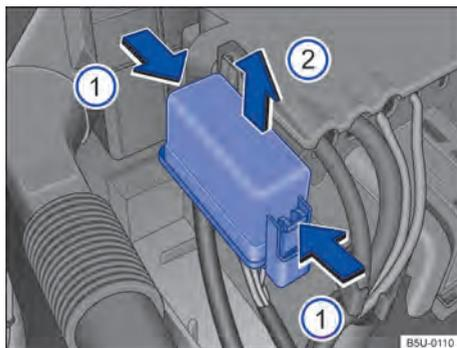

Fig. 117 No compartimento do motor: cobertura da caixa de fusíveis.
- Pressionar as travas no sentido da seta → Fig. 117 , para destravar a cobertura da caixa de fusíveis.